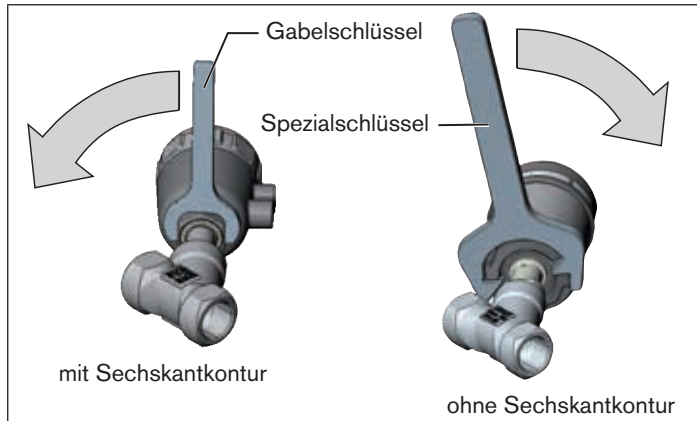

Bild 15: Drehen mit Spezienschlüssel / Gabelschlüssel
- ▶ Antriebsmodul nur im vorgegebenen Richtungssinn drehen (siehe „Bild 15“).